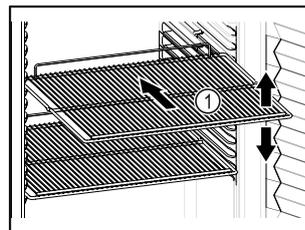

Fig. 84 Примерное изображение
- Если имеются решетчатые полки Fig. 84 (1), отрегулируйте высоту их установки.